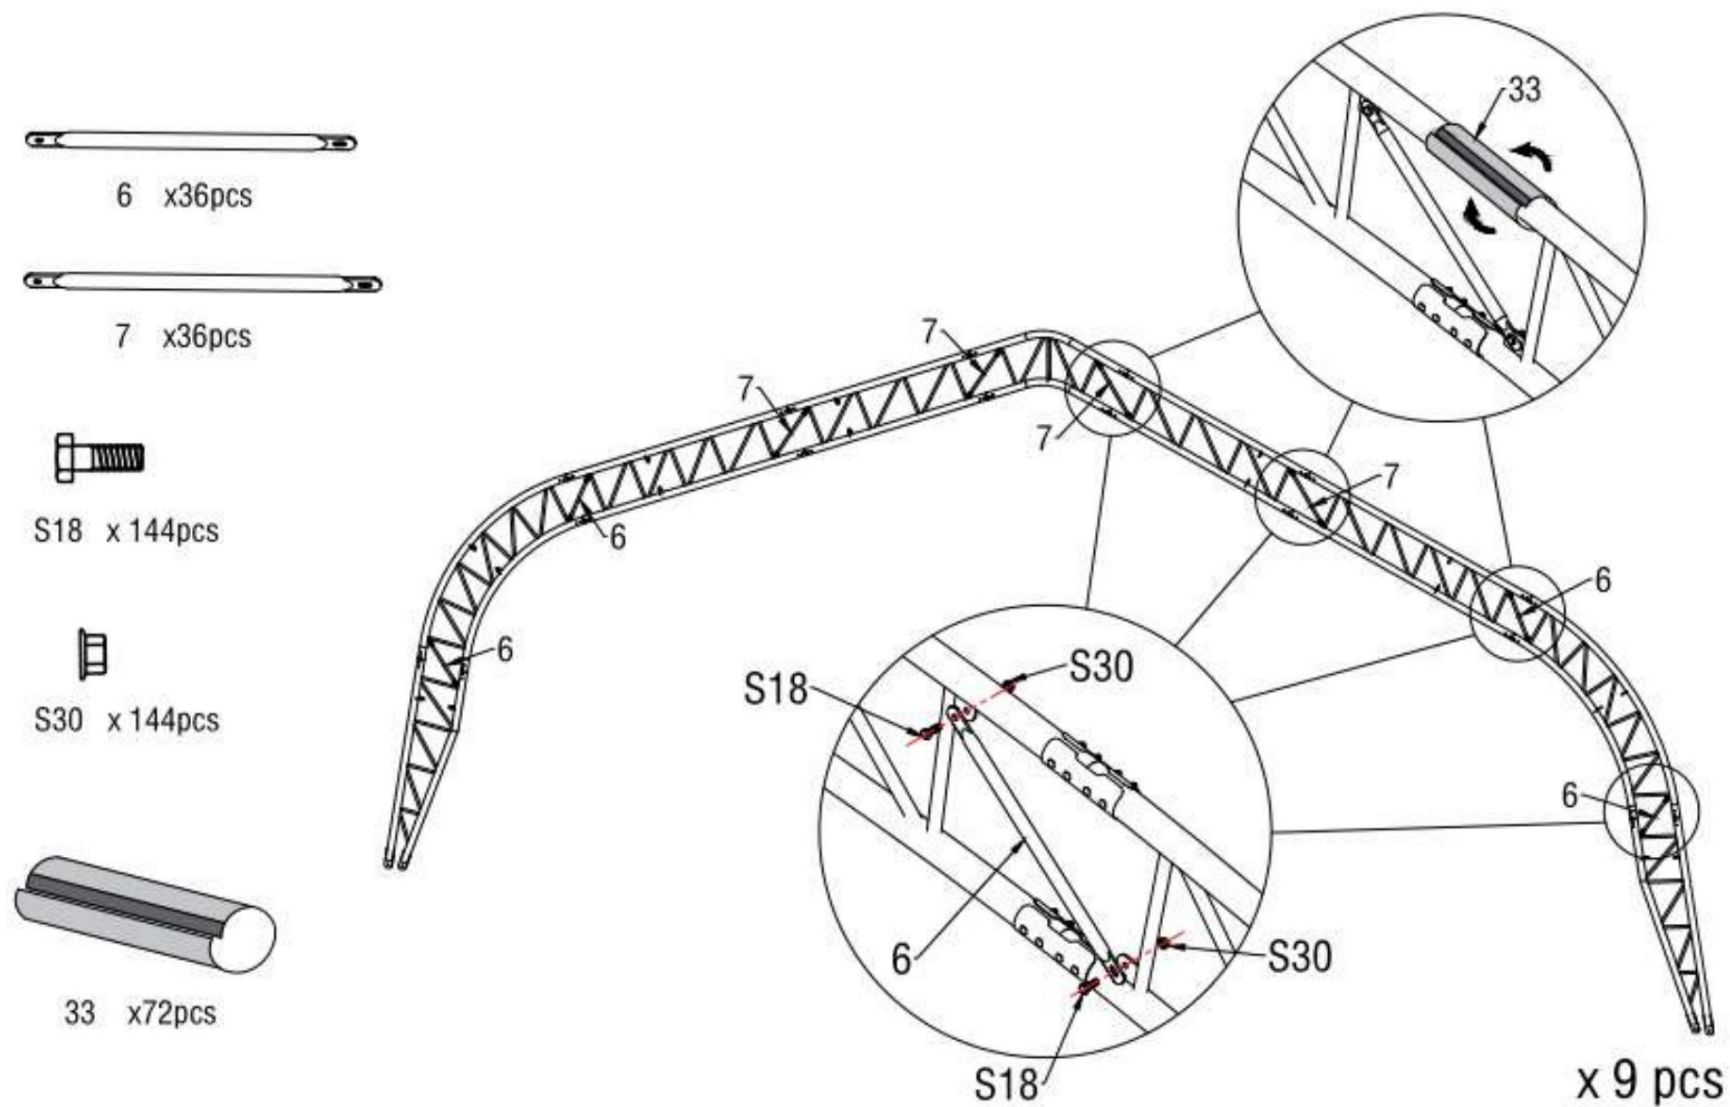

Figure 5
3. Comme indiqué sur la figure 5, utilisez la sangle de support entre l'arche (n° 6 et 7) pour connecter le tube supérieur du toit (n° 1) avec un boulon hexagonal de 10*30 mm (n° 1). S18). Ensuite, placez le revêtement de protection en PVC sur la partie extérieure de la jonction de l'arche afin de protéger la couverture du toit des rayures causées par le joint extérieur. Assemblez le reste de l'autre groupe d'arches à double treillis comme ceci.